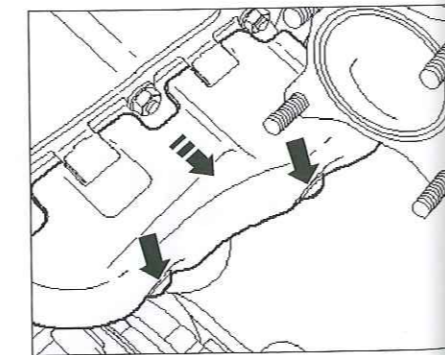

Fig. 55
- Desmontar los tornillos de fijación de la chapa calorífuga y retirarla respetando el sentido de las flechas (Fig.55).